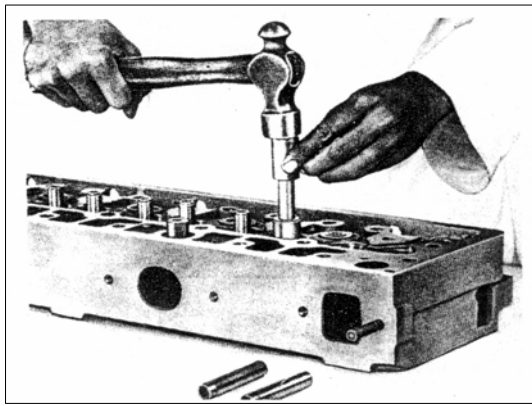

РИС. 90
- 6) Запрессуйте на втулку клапана бородком 2576 5890 0223 (рис. 90).